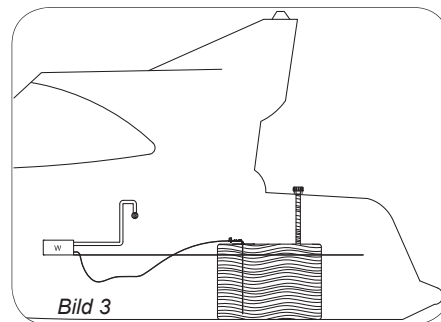

Bild 3
3. Bränslenivån ligger ovanför värmaren/spisen. *Bild 3.*